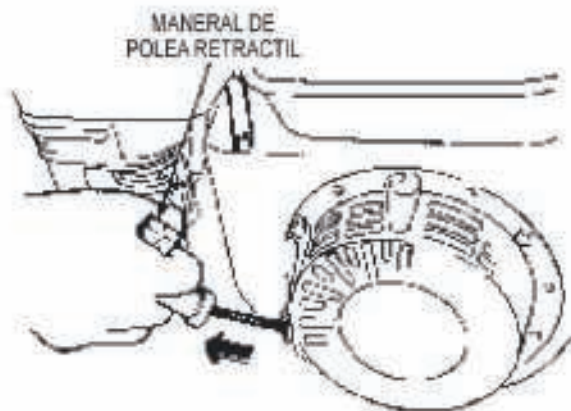

Figura 21. Polea retráctil
8. Tome el maneral de la polea retractil (Figura 21) y suavemente jale hacia afuera hasta encontrar un punto donde la resistencia es más fuerte (un tope), jale el maneral repentinamente y a la vez suavemente para arrancar el motor.